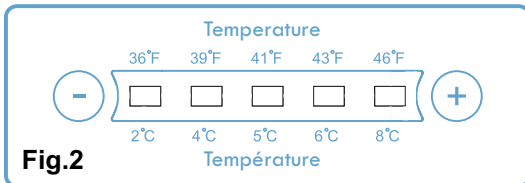

Fig.2
- Hay un panel digital indicador de la temperatura en el compartimiento del refrigerador (ver Fig. 2). Los dígitos de arriba están en grados Celsius y los de abajo están en grados Fahrenheit.